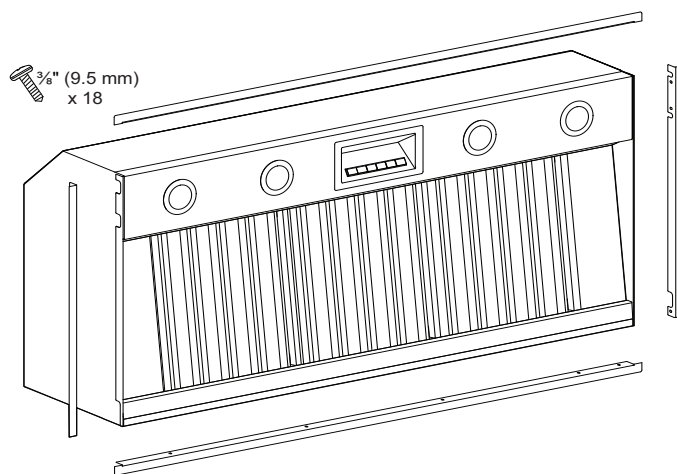

Figure 29 : Installation des garnitures
- Placez les garnitures latérales à ras le bas du boîtier. Fixez-les en place à l'aide de dix-huit (18) vis de $\frac{3}{8}$ po (9,5 mm), comme illustré sur la Figure 29.